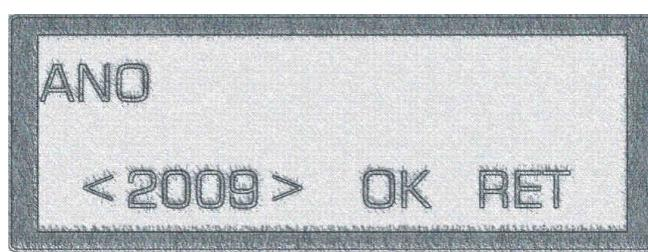

Figura 54
- 2) Pressionando simultaneamente as teclas **T1 + T2**, proceda ao ajuste do ano e, depois, confirme essa opção pressionando a tecla **T4**, conforme **figura 54**.